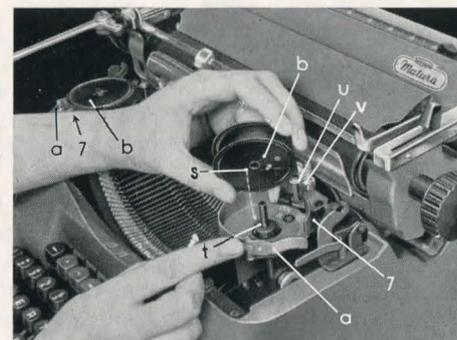
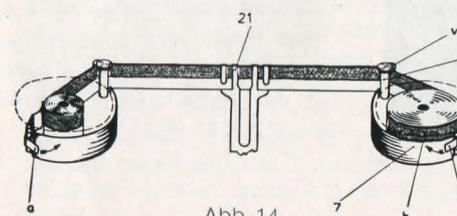

Abb. 13
Abb. 14
Die Spulen (b) lassen sich rasch und sicher auf die Spulenswelle setzen, wenn eines der drei Mitnehmerlöcher (s) mit dem Mitnehmerstift (t) fluchtet (Abb. 13). Das neue Farbband wird nach dem Aufsetzen der Spulen (b) links und rechts zwischen die Rollen (u) und Führungswinkel (v) der automatischen Farbbandumschalter gelegt (Abb. 14) und in die Farbbandgabel (21) eingehängt.